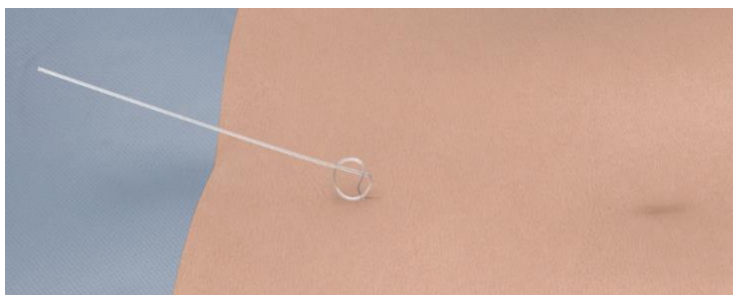

Abbildung 11
2. Verknoten Sie den Elektrodenträger, in dem sich der Empfänger befindet, und schieben Sie den Knoten an die distale Wand der subkutanen Empfängertasche. Der Knoten muss sich proximal der Markierungsstreifen befinden (siehe Abbildung 11).